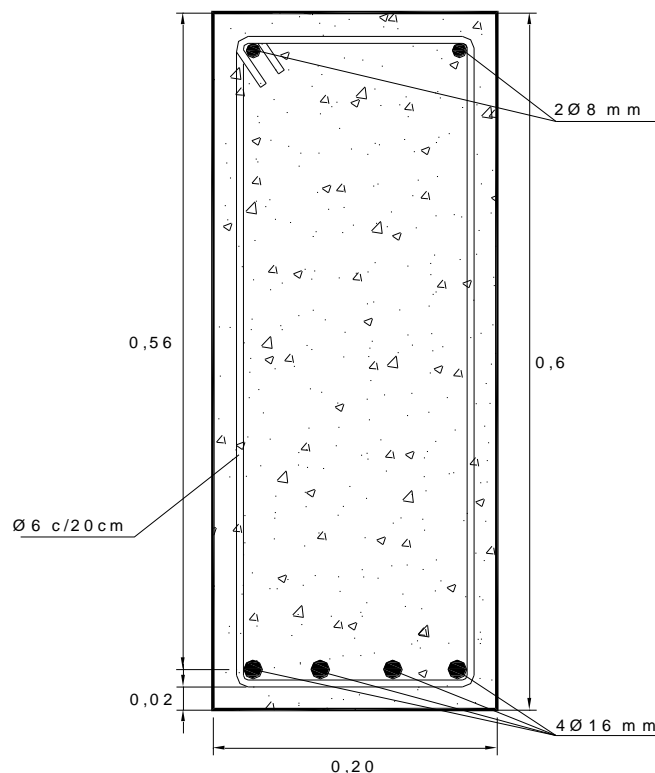

Figura 5: Corte de la viga del ejercicio 3)
3) Indicar el momento último que es capaz de resistir la viga de la Figura 5, cuya armadura principal es de $4\phi 16 \text{ mm}$ construida con hormigón H-20 y acero ADN 42/50. Despreciar el aporte de las barras superiores. Realizar el cálculo según el CIRSOC 201-05.